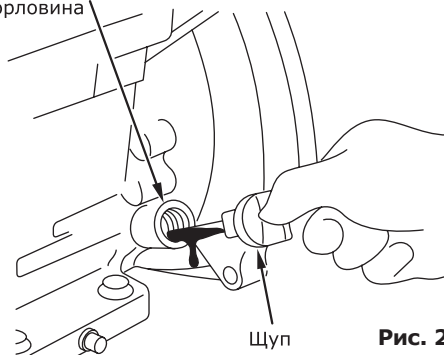

Рис. 2
- Каждый раз перед запуском двигателя и через каждые пять часов работы двигателя проверяйте уровень масла. Поддерживайте уровень масла между отметками Min и Max на масляном щупе или по краю масляной горловины (рис. 2).